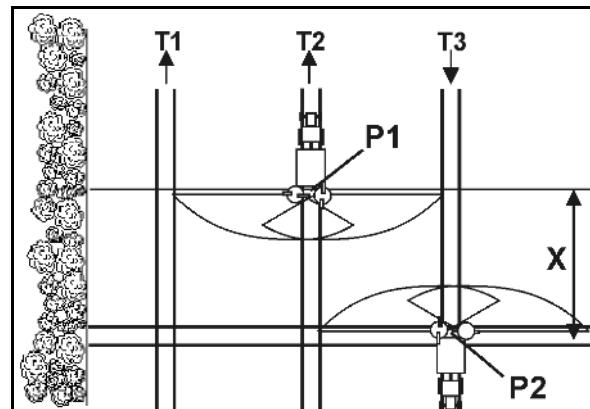

Fig. 45
2. Grøftespredning i samsvar med gjødslingsforskriftene (Fig. 45):